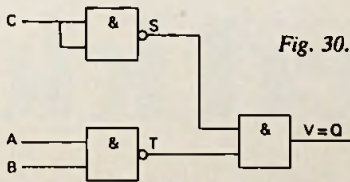
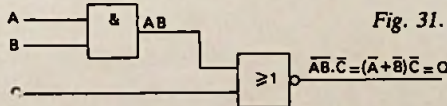

Fig. 30.
Fig. 31.
b. Uit de formules zien we dat het uitgangssignaal Q gelijk is aan V. We kunnen daarom de schakeling vereenvoudigen door de drie poorten die de signalen R, U en Q leveren weg te laten (fig. 30). Een nog eenvoudiger schakeling ontstaat als men aan een AND-poort de signalen A en B toevoert, waardoor AB ontstaat en vervolgens dit signaal in combinatie met C aansluit op een NOR-poort (fig. 31), waarvan dan het uitgangssignaal is